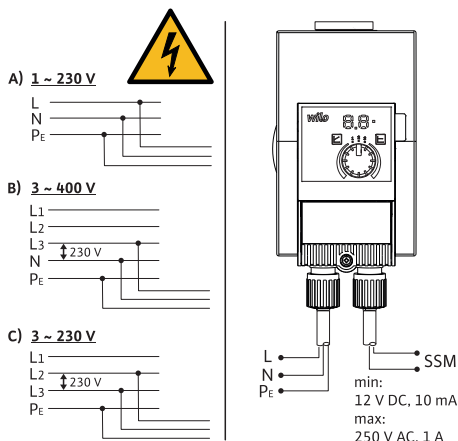

Fig. 3: Ühendusvõimalused
- Ühendage 230 V madalpingevõrkudega. Ühendamisel IT-võrkudega (Isolé Terre juhistikusüsteem) veenduge kindlasti, et faasidevaheline pinge (L1–L2, L2–L3, L3–L1 → Fig. 3) ei ületaks 230 V. Vea korral (maahendus) ei tohi faasi ja PE vaheline pinge ületada 230 V.